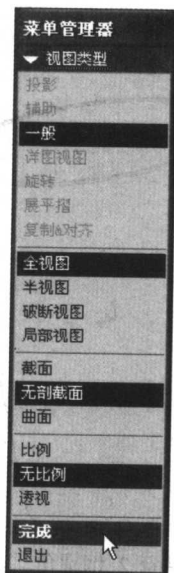
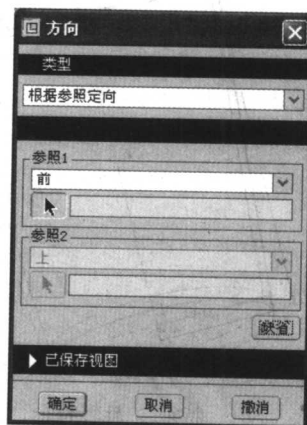
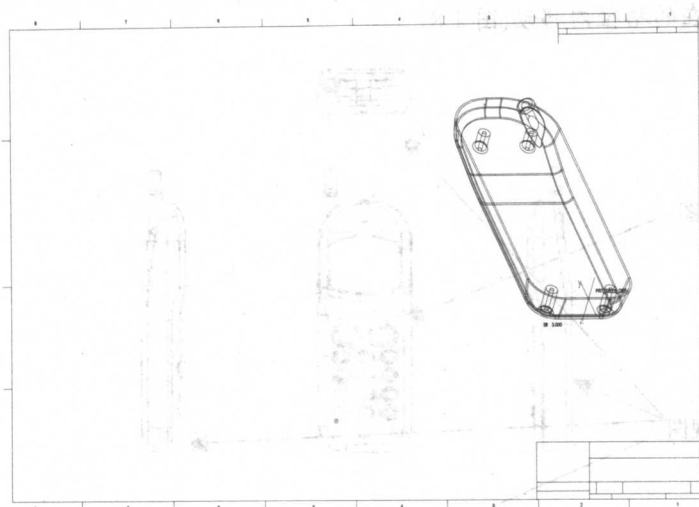

图 1.9 菜单管理器
图 1.10 【方向】对话框
图 1.11 放置后的一般视图
(6) 选择【插入】|【绘图视图】命令，弹出如图 1.9 所示的菜单管理器，接受默认设置并单击菜单管理器底部的【完成】，Pro/ENGINEER 会提示用户选择工程图视图的中心点，单击工作区中心以右的区域，会弹出如图 1.10 所示的【方向】对话框，单击【确定】按钮接受默认设置，在工作区将出现如图 1.11 所示的图形，用户还可以添加别的视图。